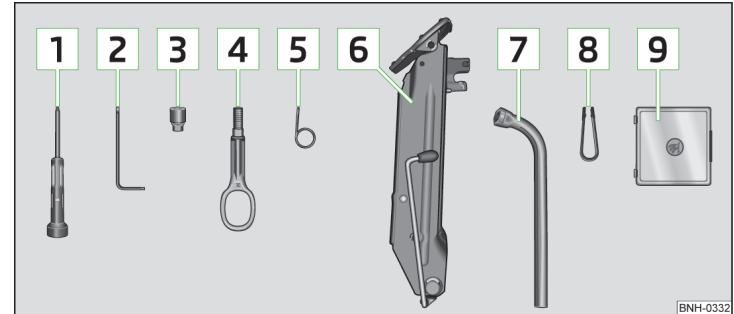

Abb. 137 Bordwerkzeug
**Mögliche Bestandteile des Bordwerkzeugs » Abb. 137**